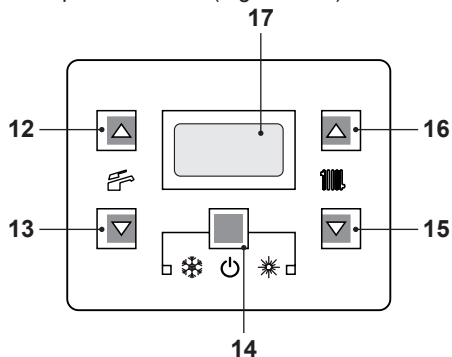
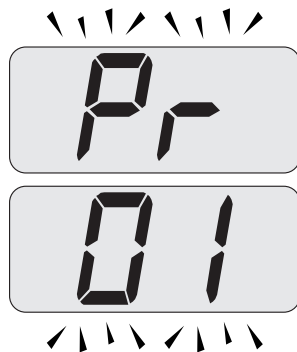

Figura 9.15
Figura 9.16
- Entrare in "modalità programmazione" premendo contemporaneamente per 10 secondi i tasti 14 - 15 - 16 (Figura 9.15) fino a far apparire sul display LCD le lettere **Pr** che si alternano con il codice **01**, indicanti l'entrata nel "parametro 01" (Figura 9.16).
- Premere contemporaneamente i tasti 15 e 16 (Figura 9.15) fino a far apparire sul display LCD le lettere **LP** che si alternano con il valore di temperatura dell'acqua di riscaldamento (es. **45**), indicanti l'entrata nell'attivazione della "funzione spazzacamino" alla potenza minima in sanitario (Figura 9.17).
- Premendo il tasto 16 (Figura 9.15) è possibile variare la potenza in modalità spazzacamino: con visualizzazione sul display LCD delle lettere **hP** che si alternano con il valore di temperatura dell'acqua di riscaldamento (es. **32**), siamo in "funzione spazzacamino" alla potenza minima in riscaldamento (Figura 9.18).
- Ripremendo contemporaneamente per 10 secondi i tasti 14 - 15 - 16 (Figura 9.15) si esce dalla "modalità spazzacamino" e si ritorna allo stato di caldaia precedentemente